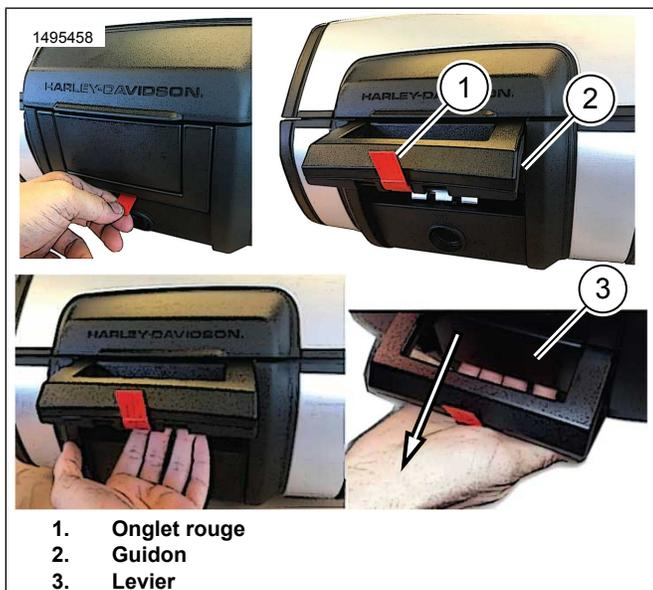
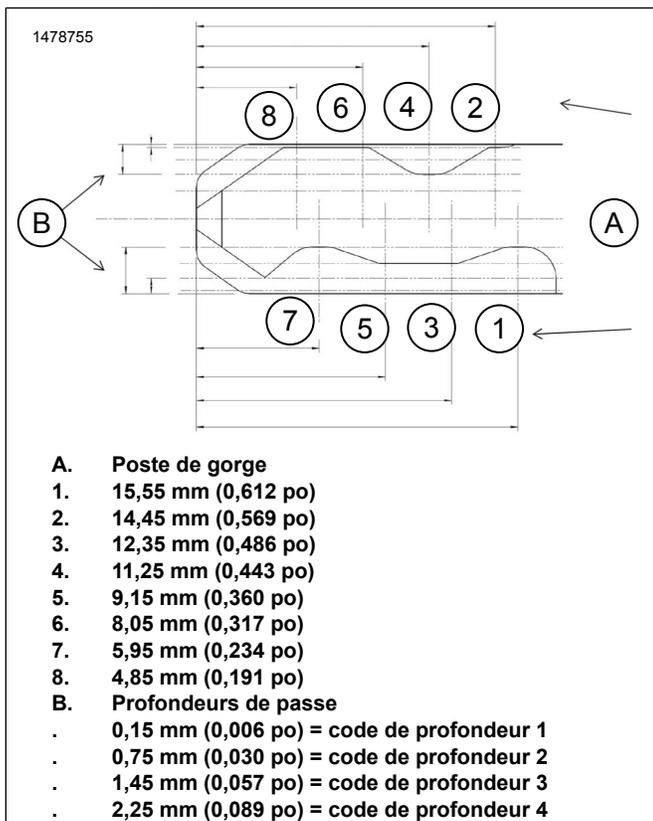

Figure 2. Ouvrir la valise supérieure
Figure 3. Diagramme de codes de clés
1. Figure 2 Ouvrir la valise supérieure et situer la serrure.
- a. Tirer sur l'onglet rouge (1) pour libérer la poignée (2).
- b. Tirer sur le levier (3) sous la poignée pour ouvrir le couvercle.
2. Figure 3 Sur la Équipement d'origine (OE) clé du véhicule, déterminer la profondeur de passe à chaque poste de clé.
4. Tableau 3 Incrire les codes de profondeur de passe des clés de Figure 3 en fonction des profondeurs mesurées.